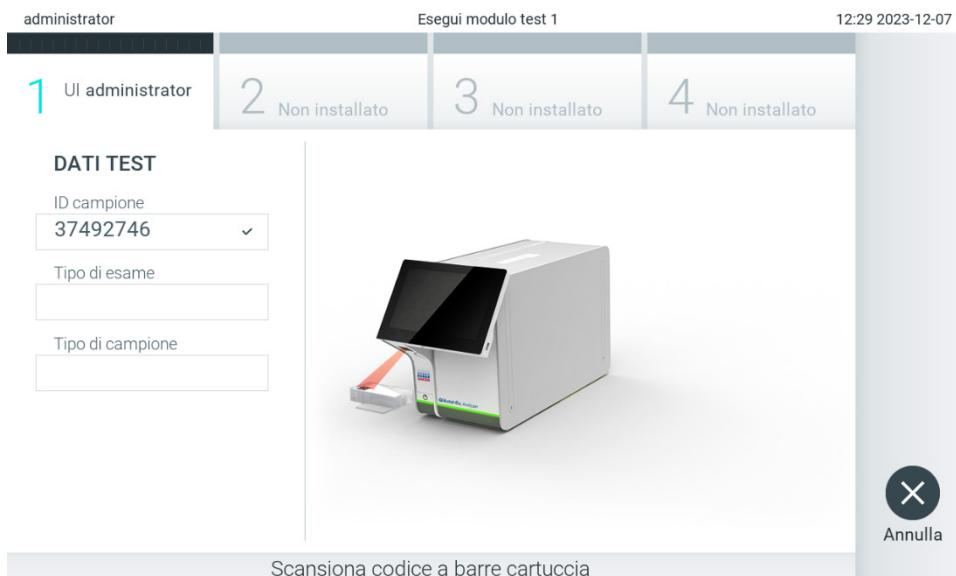

Figura 87. Scansione del codice a barre della cartuccia d'esame QIAstat-Dx.
4. Quando la richiesta del test è stata ricevuta con successo dall'host, compare il testo "Scan cartridge for assay <assay_name> and book order <order_number>" (Scansione cartuccia per l'esame <nome_esame> e richiesta prenotazione <numero_richiesta>). Eseguire la scansione del codice a barre della cartuccia per esami QIAstat-Dx (Figura 87).